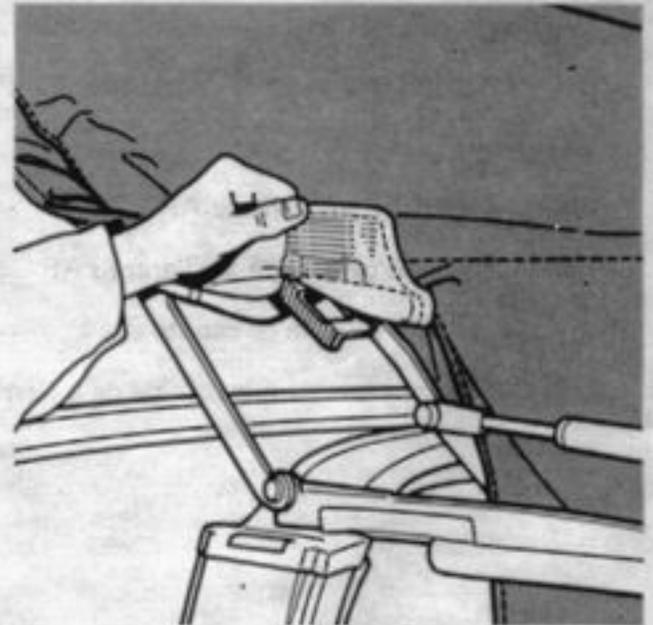

Figure 29 A 4906
- Dégager la doublure de chaque extrémité du 2ème arceau, (figure 29)